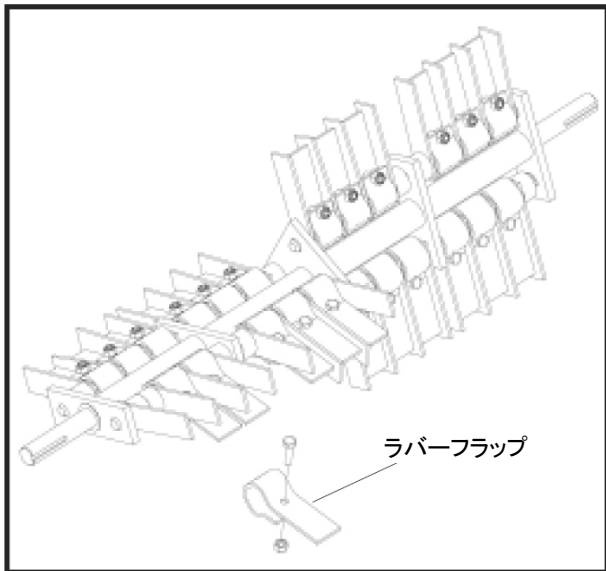

図 3
14. レーキシャフトのフレイルブレード同士の間にはラバーフラップを取り付けます。図 3 を参照してください。このシャフトが取り付けられている場合、ラバーフラップ取り付けのために機械からシャフトを取り外す必要はありません。